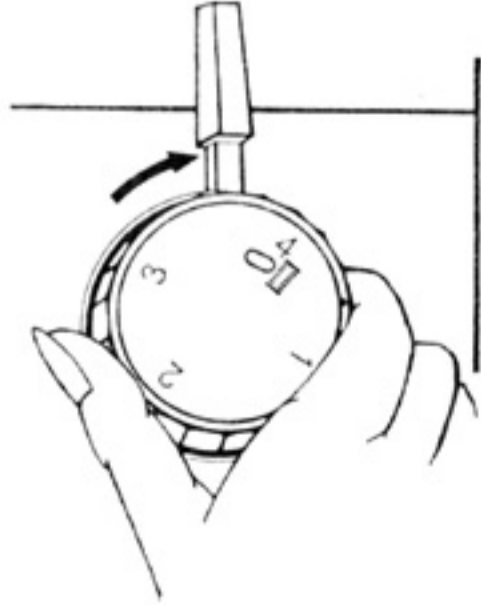

Рис. 20
16. Установка длины стежка (рис. 20)